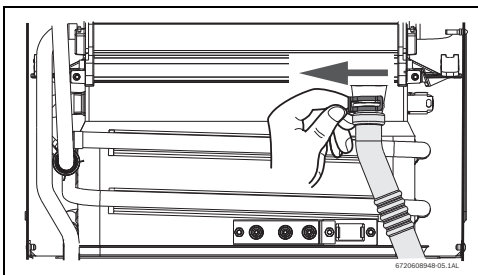

Fig. 62
- ▶ Retirar o clip e soltar a extremidade do tubo de condensados, ver Fig. 62.